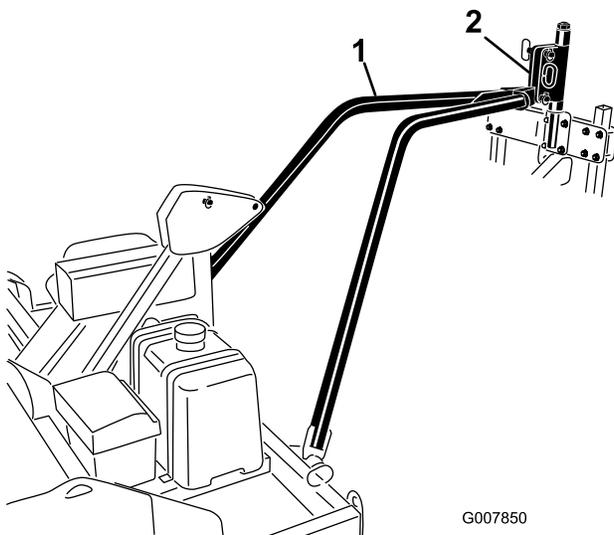

Bild 13
- Nehmen Sie den Gurt oder das Seil ab und senken Sie die Anbauvorrichtungplatte des Zugarms in die bewegliche Anbauvorrichtung des Aerifizierers ab (Bild 13).